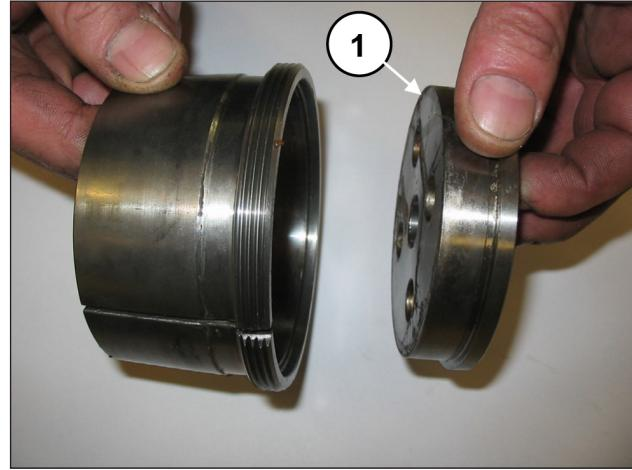

Fig. 21
Désassembler la bride de maintien de la douille de pression (rep. ①, Fig. 21).